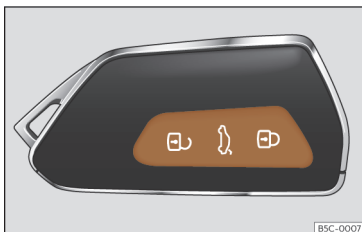

Fig. 70 Chave por comando à distância: teclas.
- Trancar: pressione o botão  >>> **Fig. 70**.